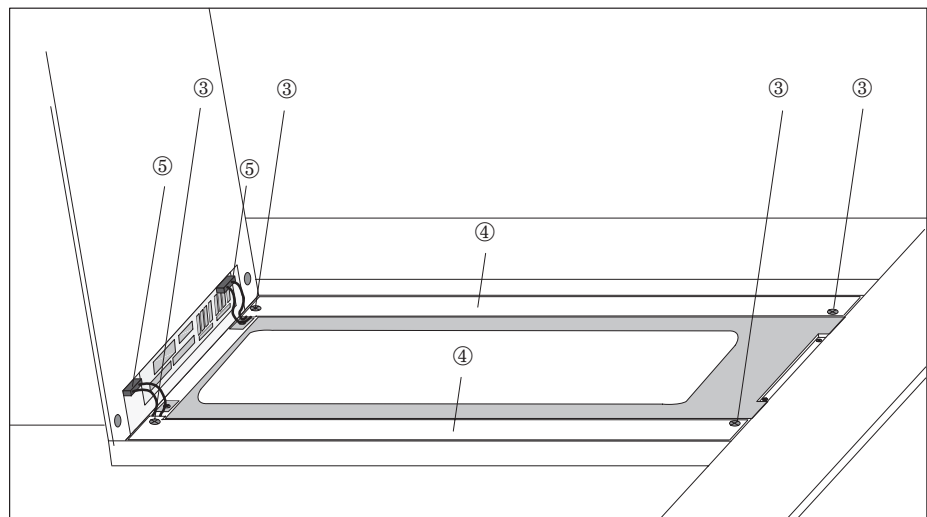

Figure 18-1 Remplacement du rétroéclairage
3	<p>Desserrez deux vis pour chaque tube fluorescent ③ (figure 18-1) et enlevez le couvercle ④.</p>